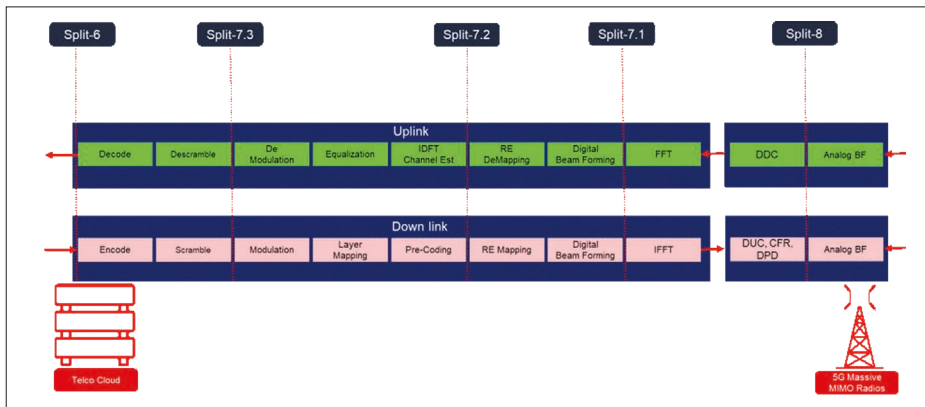

Bild 1: Es gibt mehrere Optionen für die Aufteilung der unteren Schicht
Die 3GPP-Standardisierungsorganisationen haben verschiedene Split-Architekturen zwischen 5G-Funkheiten (RU) und 5G-Basisstationen definiert. Um diese neuen Anforderungen zu bewältigen, spielen die verschiedenen von 3GPP definierten Split-Architekturen eine entscheidende Rolle bei der Entscheidung über die gNodeB-Implementierung. Die Splits der höheren Schicht definieren die Aufteilung der Funktionalität zwischen der Centralized Unit (CU) und der Distributed Unit (DU), während der Split der unteren Schicht die funktionale Aufteilung zwischen RU und DU definiert. Die Aufteilung der unteren Schicht (EVU-DU) ist kritischer und empfindlicher in Bezug auf Zeitplanung und Latenz und ist nicht genormt (Bild 1).